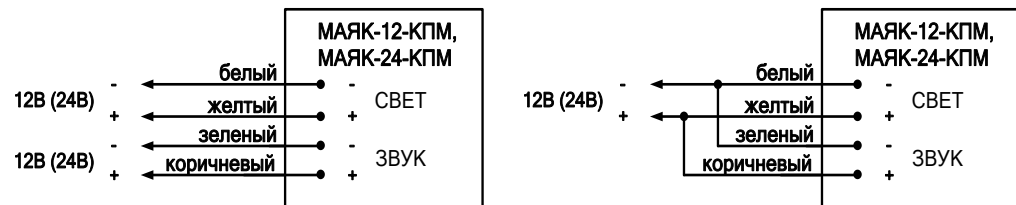

Рис. 1. Схема подключения
3.2. Подключение изделий должно выполняться в соответствии со схемой (рис. 1).